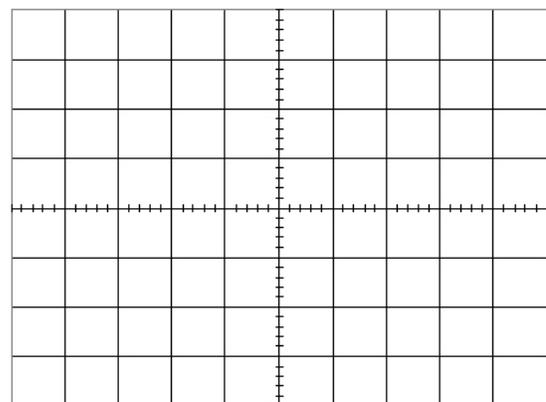

Figura 5. Sétimo passo letra d.
- d) Ajuste um offset de $+3V$ e desenhe o sinal obtido na figura 5.